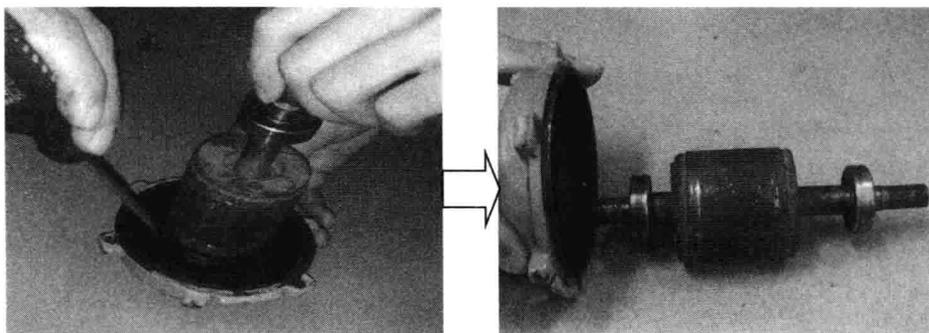

图 1-10 拆卸电动机
(5) 轴承与后端盖的分离。先拆下后端盖与轴承内的卡圈，然后用木榔头敲打，使其松动。当电动机后端盖松动后慢慢旋转，将其取下即可，如图 1-10 所示。